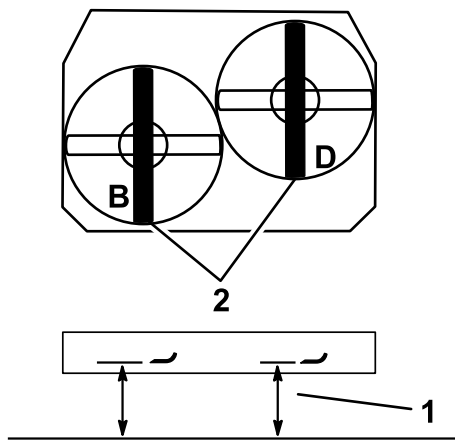

Figure 81
- Mesurez et notez la distance au point **B** entre la surface plane et le tranchant de la pointe de la lame gauche (Figure 81).
- Mesurez et notez la distance au point **D** entre la surface plane et le tranchant de la pointe de la lame droite (Figure 81).
Remarque: La mesure au point **B** doit être égale à 3 mm près à la mesure au point **D** (Figure 81). Si ce n'est pas le cas, passez aux opérations suivantes.